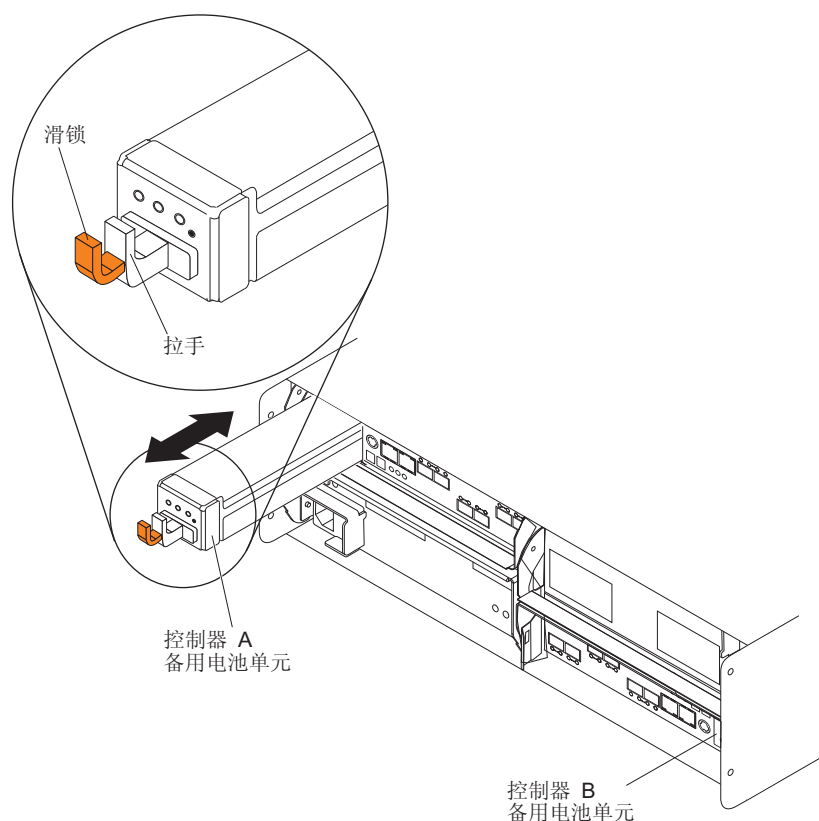

图 86. 从控制器机箱卸下并更换电池单元
5. 要从 RAID 控制器卸下发生故障的电池单元，请将橙色电池单元滑锁朝黑色电池拉手方向按压，以打开 DS5020 机箱中电池上的锁，然后使用该拉手将电池单元从控制器机箱中缓慢拉出，如第 139 页的图 86 中所示。